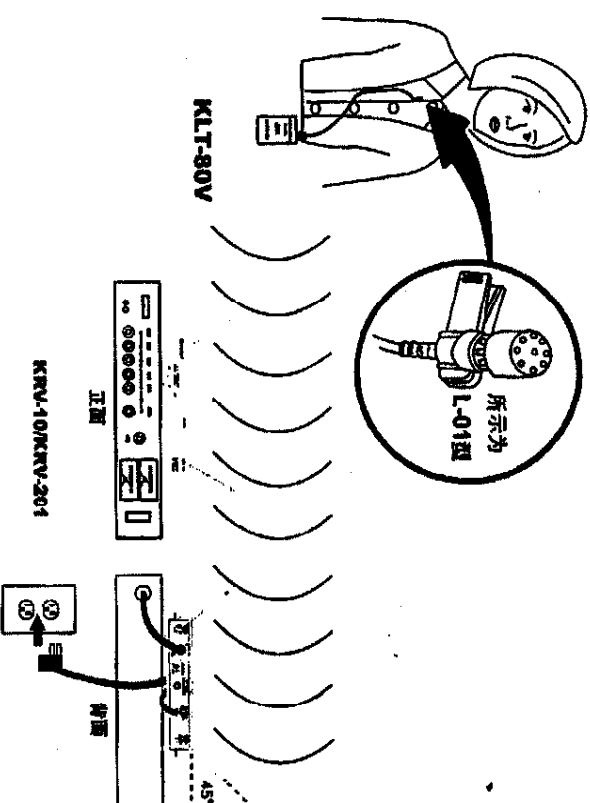

图8
1. 参看图8,把随机提供的交流流转换器一端插入接收机背后的直流输入连接器,把转换器的电缆线夹入固定扣“通用机型KRV-10”,把其另一端插入墙壁插座或其他交流电源(HD41N110使用220伏/50赫电源,HD41N110E使用120伏/60赫电源),推动接收机正面电源开关,电源灯发红光。